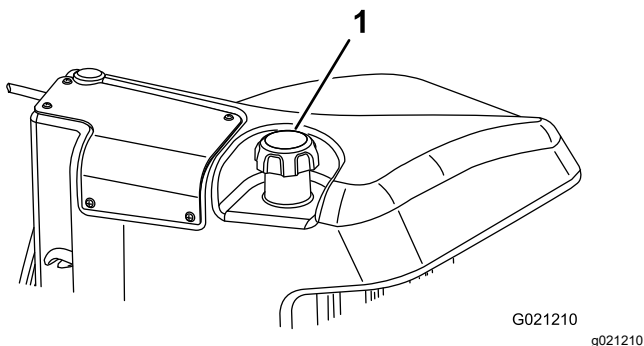

Figura 45
3. Retire el tapón del depósito de combustible (Figura 45).